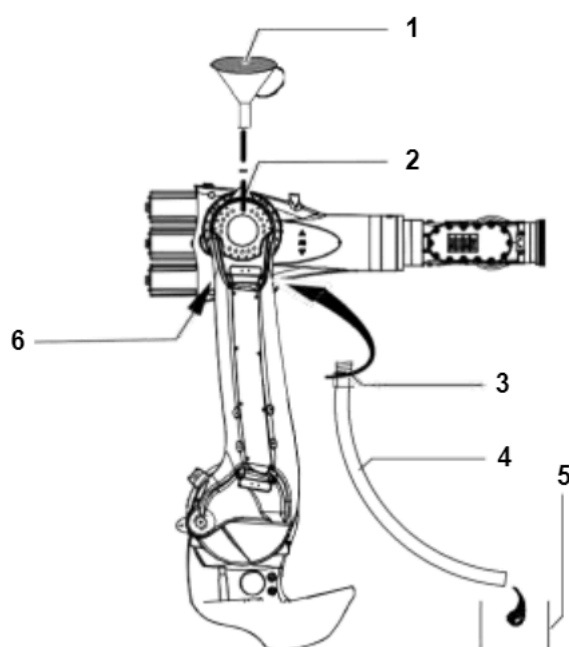

Fig. 5 Замена масла на оси 3
- (1) Включите робота и переместите ось 3 до тех пор, пока резьбовые заглушки (Рис. 5/2, 6) не будут выровнены по вертикали.